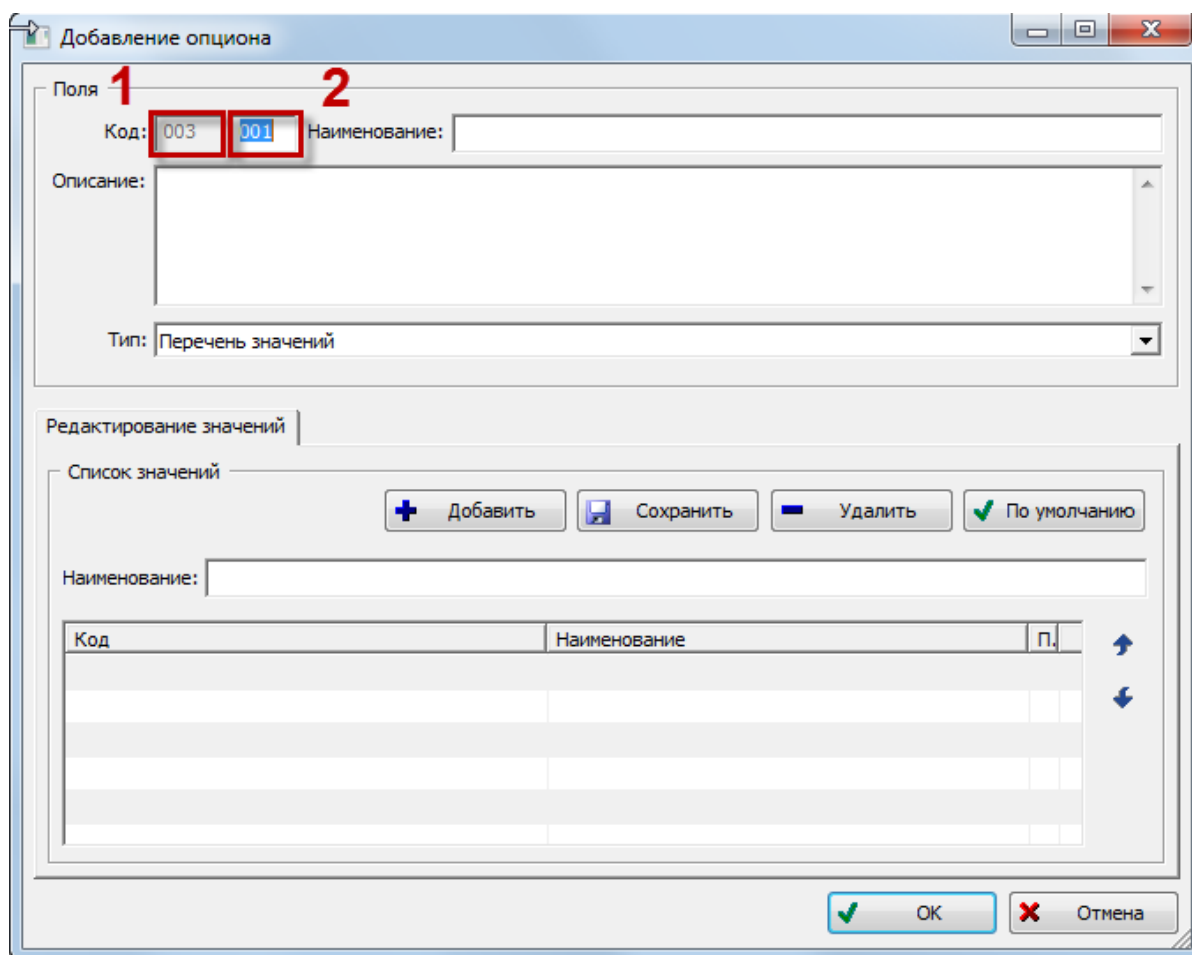

Рис. 13-19 – Окно «Добавление опциона»
- 2) На панели инструментов правого окна нажать кнопку «Добавить». После этого появится диалоговое окно «Добавление опциона» (рис. 13-19).
Поле «Код» (или «Обозначение») состоит из двух частей. В левой части (1 на рис. 13-19) выводится код корневого²⁵⁾ раздела для той ветки дерева, в которой создается новый опцион. Изменить его можно лишь изменив код корневого раздела справочника. В правой части (2 на рис. 13-19) выводится код опциона, который предлагается по умолчанию – это значение можно отредактировать. Уникальность опциона определяется совокупностью двух частей кода и проверяется по всему справочнику опционов.
- 2) После этого откроется диалоговое окно «Добавление опциона», приведенное на рис. 13-19.
- 2) После этого откроется диалоговое окно «Изменение опциона», которое полностью идентично окну «Добавление опциона», приведенному на рис. 13-19.